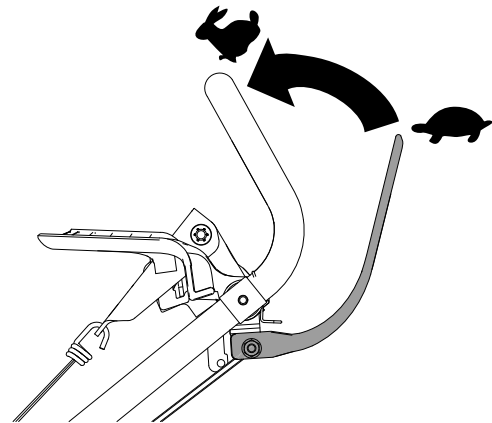

Bild 18
3. Um den Selbstantrieb zu betätigen, drücken Sie den Selbstantriebsbügel (Bild 18) zusammen.